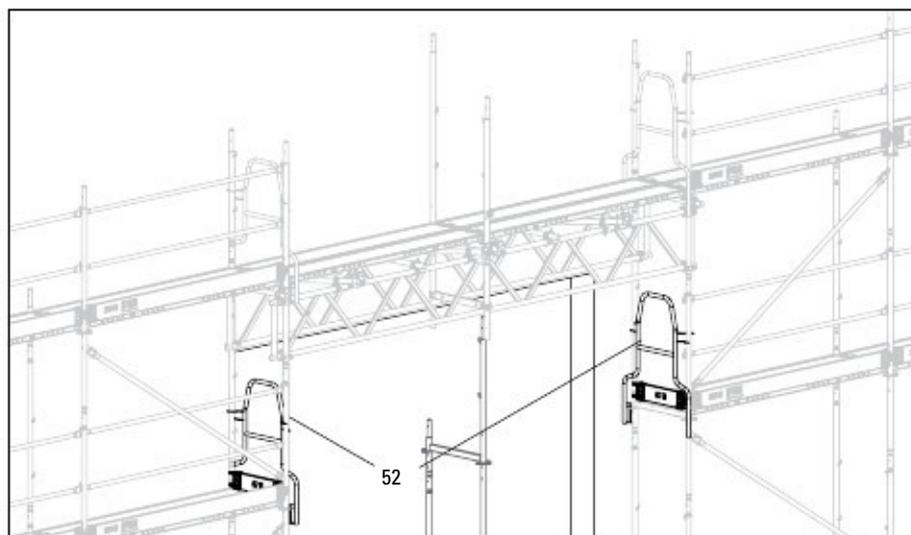

Fig. D4.06
11. Монтирайте челния парапет UPA (52) по дължина на отвора на основното скеле.
12. Демонтирайте спомагателното скеле. (Fig. D4.06)